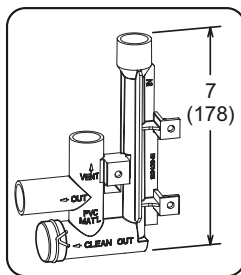

FIGURA 53
- 3 - Instale la tapa sobre la abertura de limpieza en la base de la trampa. Sujétela con una abrazadera. Ver "FIGURA 53".
- 4 - Instale la trampa de drenaje con los accesorios de PVC apropiados y aplique pegamento a todas las uniones. Aplique pegamento a la trampa de drenaje proporcionada como se muestra en la "FIGURA 53". Dirija la línea de condensado a un drenaje abierto.